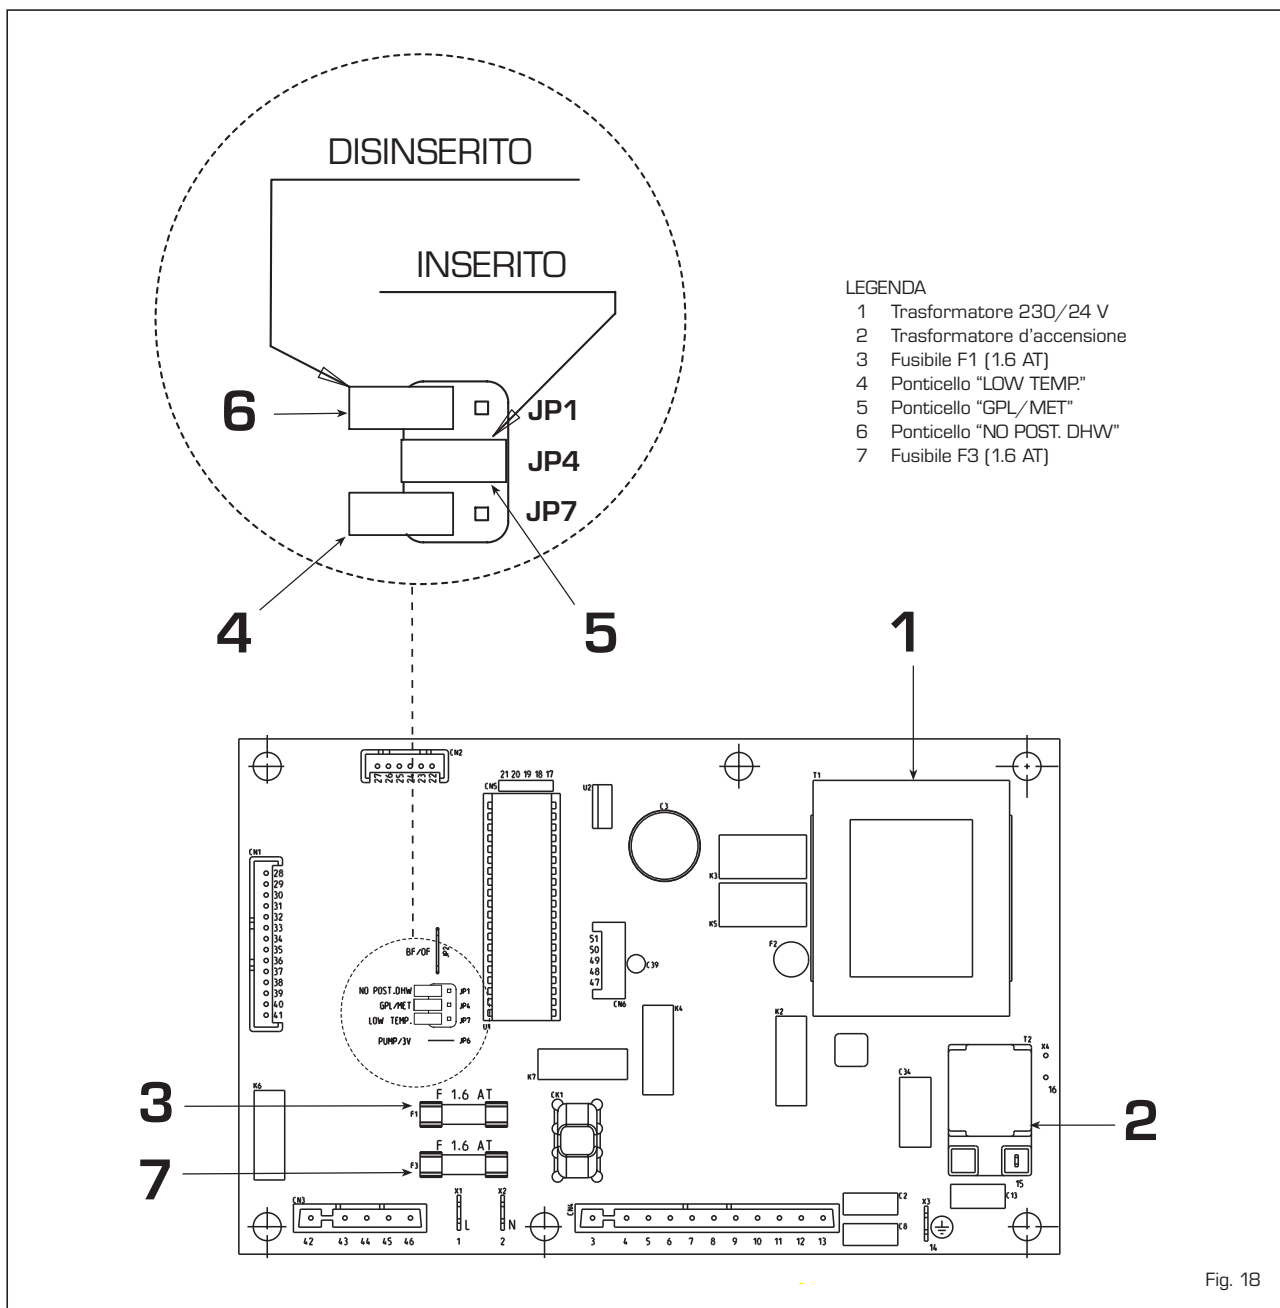

Fig. 18
- **Ponticello JP4 "GPL/MET"** (5 fig. 18)
- **Ponticello JP7 "LOW TEMP"** (4 fig. 18)
- **Ponticello JP1 "NO POST. DHW"** (6 fig. 18)
- Smontare il collettore bruciatori (3).
- Sostituire gli ugelli principali (6) e la rondella in rame (4) con quelli forniti nel kit; per eseguire questa operazione usare una chiave fissa da 7.
- Inserire il ponte del connettore "META-NO/GPL" della scheda elettronica sulla posizione corrispondente al gas utilizzato (5 fig. 18).